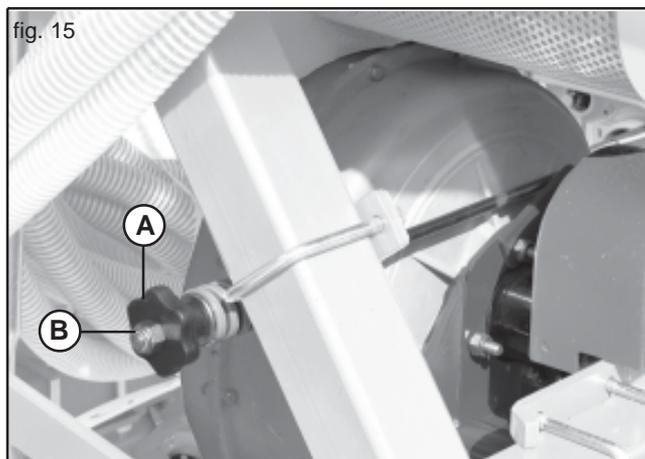
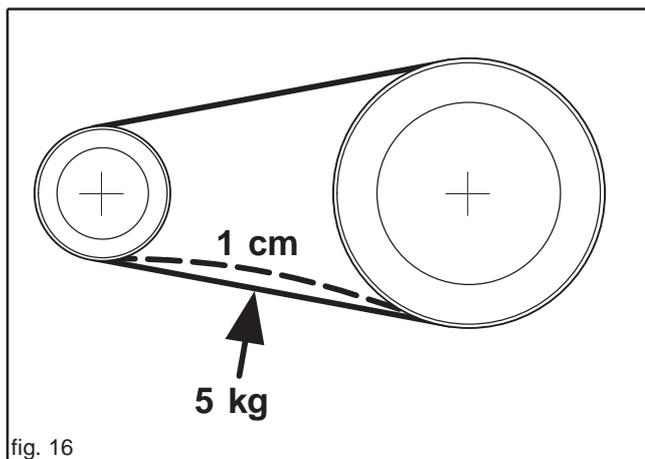

fig. 15
fig. 16
- 2) Riemenspannung mit dem Handrad "A" ( Fig. 15) einstellen. Im mittleren Abschnitt zwischen den beiden Riemenscheiben mit einer Kraft von 5 kg auf den Riemen drücken. Der einzelnen Riemen muß sich um 1 cm (max.) eindrücken lassen (Abb. 16).
Zum Riemenwechsel Riemen komplett durch Loesen von Handrad A (Fig. 15) entspannen.
**Achtung: Nie die Stopmutter "B" (Fig. 15) entfernen!**